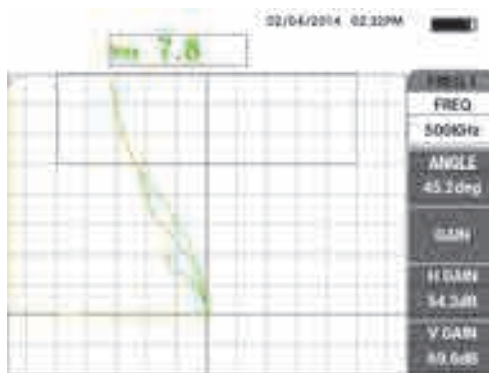

Рис. 5-7 Финальная проверка калибровки
9. Нажмите клавишу FREEZE (❄️) для «разморозки» прибора, поместите преобразователь на образец, нажмите клавишу A-LIFT NULL (⊕), выполните сканирование для финальной проверки калибровки (см. Рис. 5-7 на стр. 131).